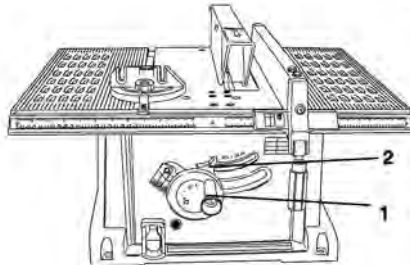

fig. 17 - ajuste de altura de la hoja
Para levantar o bajar la hoja de sierra, gire el volante de ajuste (1) hasta la altura deseada, fig. 17.
Para inclinar la hoja de sierra primero suelte la palanca de traba (2), y luego gire el volante (1) hasta que el engranaje de mismo encaje en el canal de la base de la máquina, a continuación gire el volante verificando el ángulo deseado. Al llegar al ángulo deseado apriete de nuevo la palanca de traba (2), fig. 17.